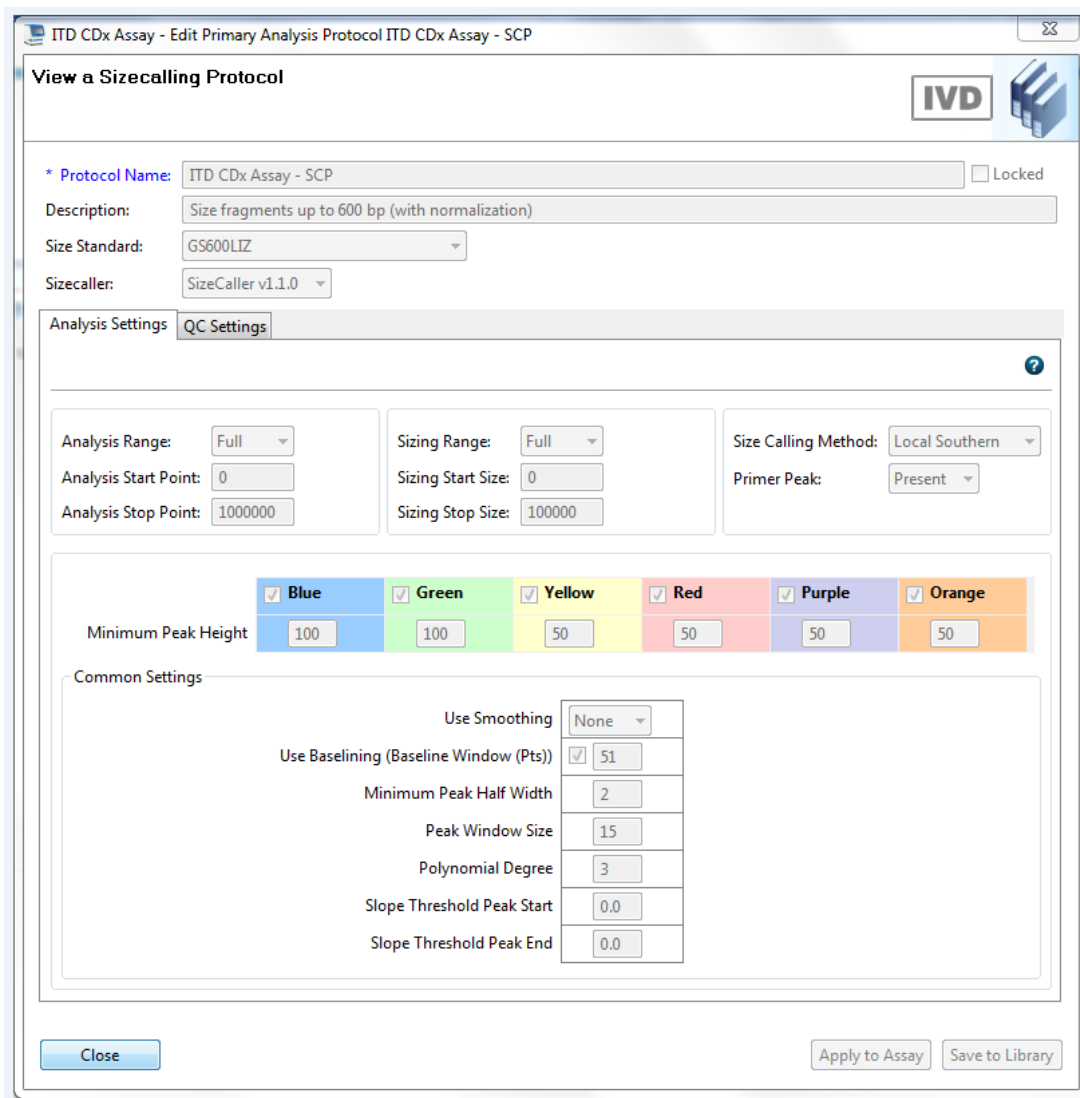

**Figura 3.** Definições do método de análise para ITD. Para TKD, as definições são idênticas exceto que o *Polynomial Degree* (Grau polinomial) é definido para 5.
- 11.18.5. Certifique-se de que as definições do método de análise estão corretamente configuradas. Consulte a Figura 3.
**NOTA:** Poderão ser configurados e usados no GeneMapper métodos de análise específicos para ITD e TKD indo a *Tools* (Ferramentas) e selecionando o **GeneMapper Manager** (Gestor do GeneMapper). A partir do separador *Analysis Methods* (Métodos de análise), clique no botão **New...** (Novo...) e selecione **Microsatellite** (Microsatélite) como tipo de análise. Clique em **OK**. Forneça um *Name* (Nome), uma *Description* (Descrição) e um *Instrument* (Instrumento) no separador *General* (Geral), defina o separador *Peak Detector* (Detetor de picos) conforme descrito acima e na Figura 3 e deixe os separadores *Allele* (Alelo), *Peak Quality* (Qualidade dos picos) e *Quality Flags* (Sinalizadores de qualidade) definidos para as definições *Microsatellite* (Microsatélite) predefinidas. Selecione **Done** (Concluído) e o novo método de análise fica selecionável.